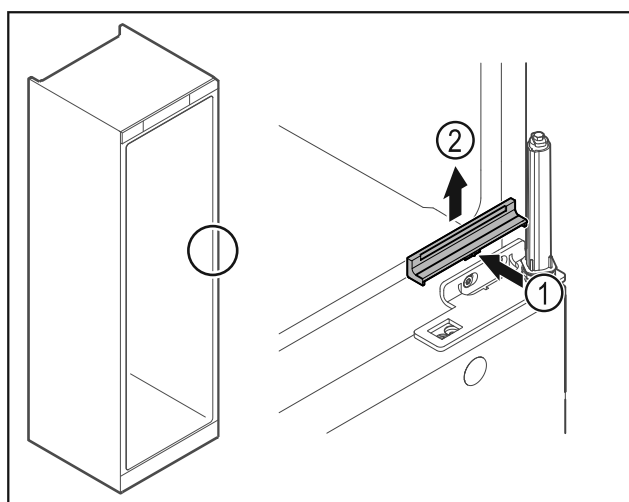

Fig. 32
- Kryt Fig. 32 (1) uprostřed mírně stiskněte a vyjměte směrem nahoru Fig. 32 (2).